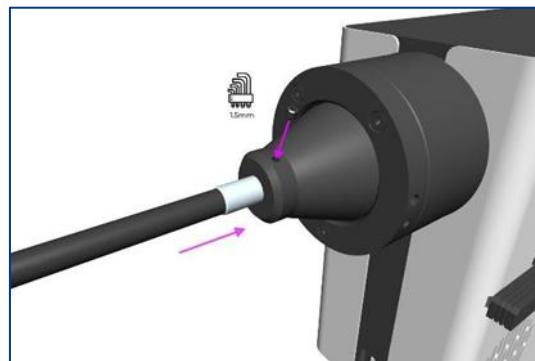

図15
2. 液体ライトガイドを所定の位置にしっかりと固定しながら、1.5 mm 六角レンチを使用して、光源の出力にある固定用グラブネジを静かに締めます (図15)